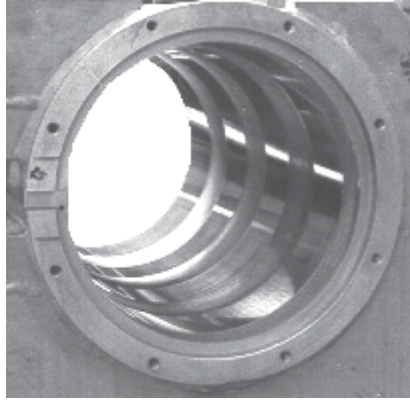

Fig. 2:
2) La preparazione dei piani da rivestire avviene sgrassando con piallatura per ottenere la superficie (di cui alla Fig. 2). Sgrassando con la fresa si dovrà formare una superficie simile ma con scanalature circolari. Lo spessore teorico dello strato sopra le creste delle scanalature dovrà essere almeno di 1 mm.